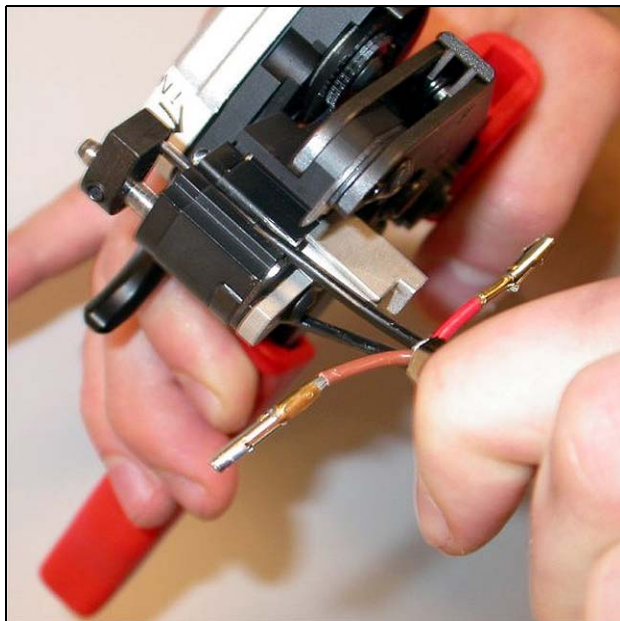

figura 20.19: Spelatura di una fibra ottica
- 16 Far scorrere una delle fibre nella parte anteriore della taglierina/spelafili POF (utensile 6, vedere figura 20.19).